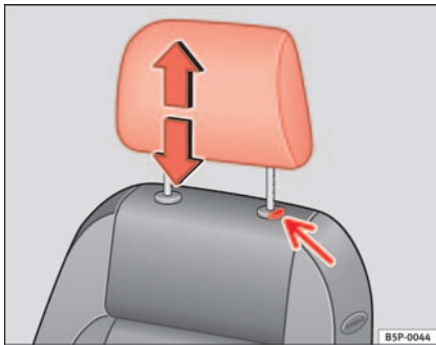

Abb. 73 Kopfstütze einstellen oder ausbauen
- Drücken Sie die Taste ⇒ Abb. 73 (Pfeil).